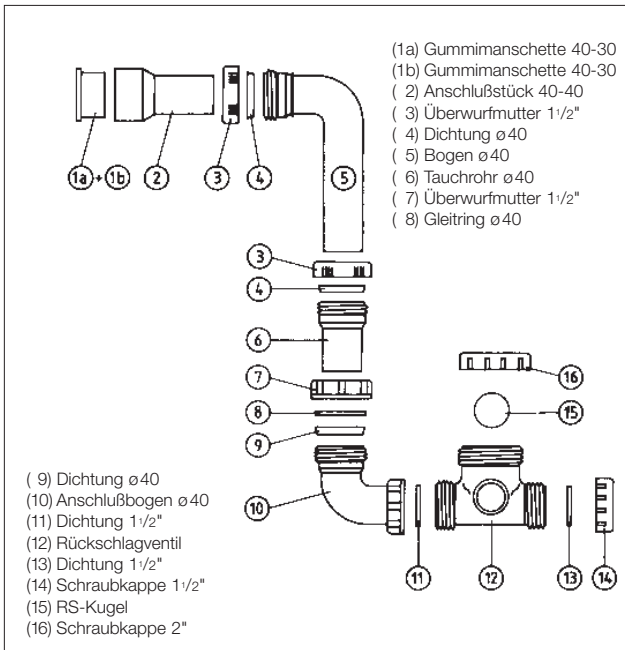

Bild 2
Je Geräteablauf ist ein Siphon vorzusehen. Der Zusammenbau geht aus Bild 2 hervor. Die Länge des Bogens (5) und des Tauchrohres (6) ist dem vorhandenen Unterdruck anzupassen. Für Geräteabläufe von 3/4" bis 1 1/2" gehören Verbindungsstücke und Gummimanschetten zum Lieferumfang, Teile (1) bis (5). Der Siphon darf nicht direkt mit einer Abwasserleitung verbunden werden, sondern muß frei auslaufen können. Bei längeren Leitungen zwischen Siphon und Auslaufstelle ist auf ausreichende Be- und Entlüftung, Durchmesser und Gefälle nach den Richtlinien der Sanitärtechnik zu achten.